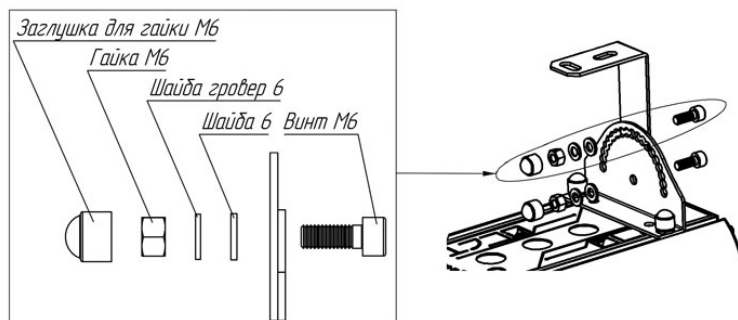

Рис. 7
6.7.5 Прикрепить фиксаторы поворотные к потолочным креплениям Рис. 7.